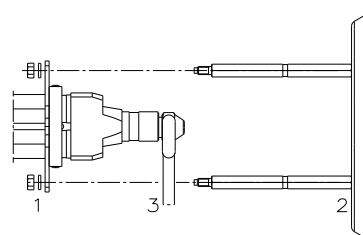

Fig. 15
- Sostituire l'ugello con la chiave 3)(Fig. 15).